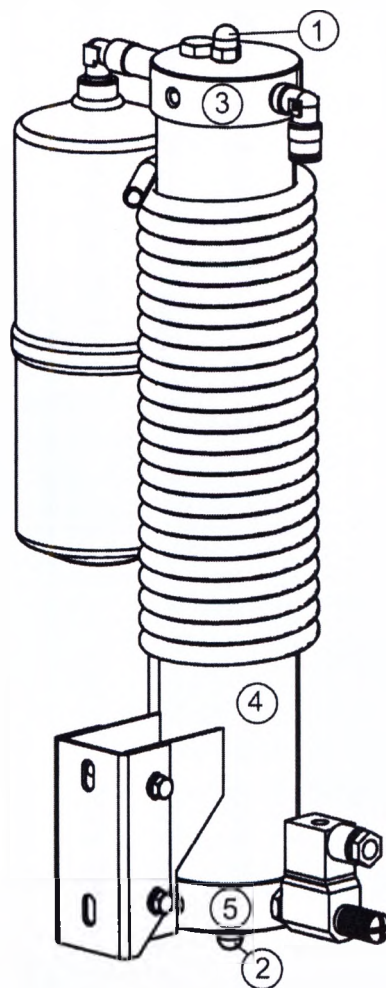

Рисунок 8
- Открутить гайку 1, удерживая гайку 2 (рис. 8)